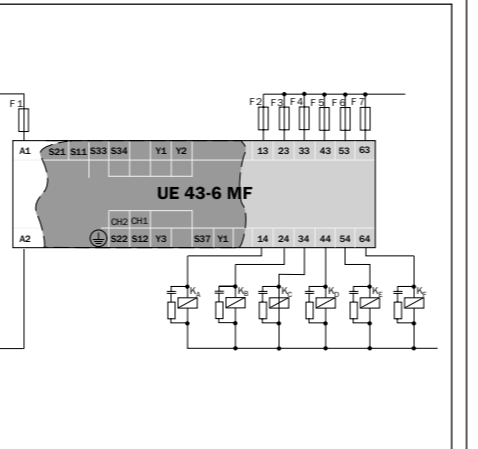

Fig. 2 : Schéma de base : alimentation, circuit de sortie à 6 voies redondantes (cf. *caractéristiques techniques*)
- Pour prévenir le collage par soudure électrique des contacts du relais, prévoir en série avec chaque contact de commande le montage d'une protection contre les surintensités, les courts-circuits (de classe gG, voir aussi les *caractéristiques techniques* et cf. fig. 2, fusibles F 2 / F 3 / F 4 / F 5 / F 6 / F 7).